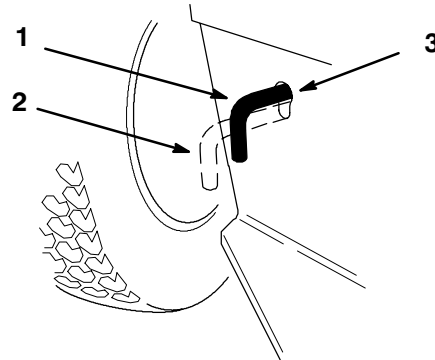

Bild 16
2. Schieben Sie die Antriebsstange in die "SCHIEBEN"-Position. Dadurch wird der Antrieb ausgekuppelt, und die Räder befinden sich im Freilauf (Bild 16).
1. Schieben Sie die Antriebsstange in die "BETRIEBS"-Position (Bild 16).